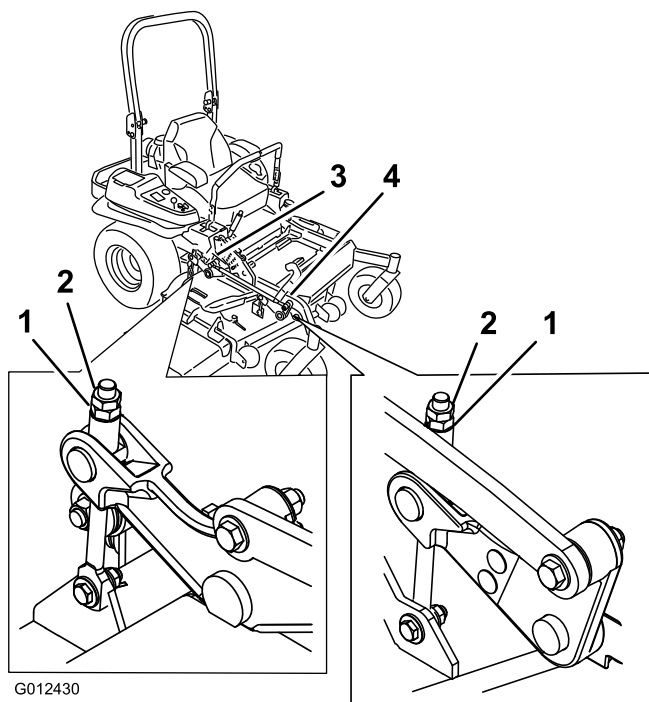

Figura 95
10. Gire la tuerca de ajuste del conjunto de elevación de la carcasa delantera para modificar la altura (Figura 95).
16. Gire la tuerca de ajuste del conjunto de elevación de la carcasa delantera para modificar la altura (Figura 95).